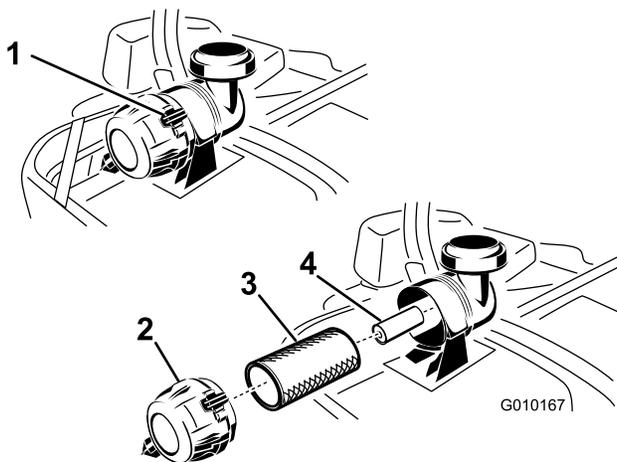

Figura 51
3. Empurre para soltar os grampos de retenção no filtro do ar e puxe a cobertura para fora do corpo do filtro (Figura 51).
5. Deslize suavemente o filtro principal para fora do corpo do filtro (Figura 51). Evite que o filtro bata na parte lateral do corpo.
1. Não limpe o filtro de papel, substitua-o (Figura 51).
2. Se substituir o filtro secundário, deslize-o cuidadosamente para o corpo do filtro (Figura 51).
3. Deslize cuidadosamente o filtro principal sobre o filtro secundário (Figura 51). Assegure-se de que está bem colocado, empurrando o anel exterior ao instalar.
4. Instale a cobertura do filtro do ar com a tampa do respiro para baixo e rode de modo a que os grampos de retenção prendam a cobertura no lugar (Figura 51).